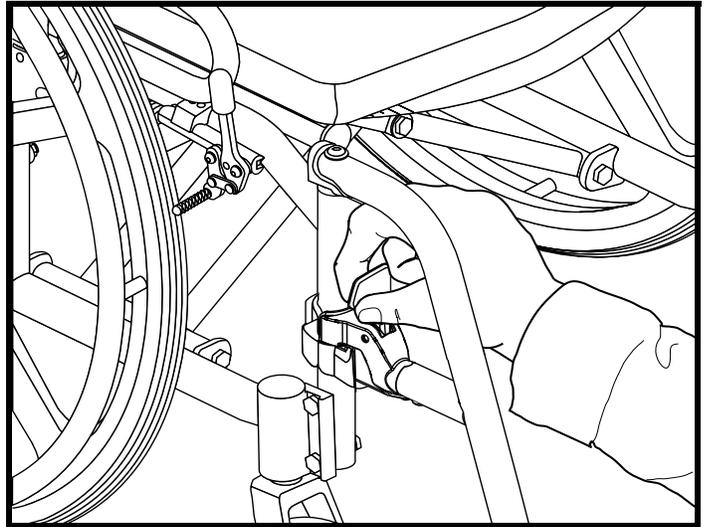

Figure 21. Pour débloquer un SFR
1. Tirez le levier de détente vers l'arrière. Voir la figure 21.